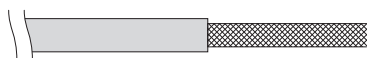

Рис. 4-7
- (1) Удалите покрытие кабеля таким образом, чтобы не поцарапать плетеный экран. (Рис. 4-7)